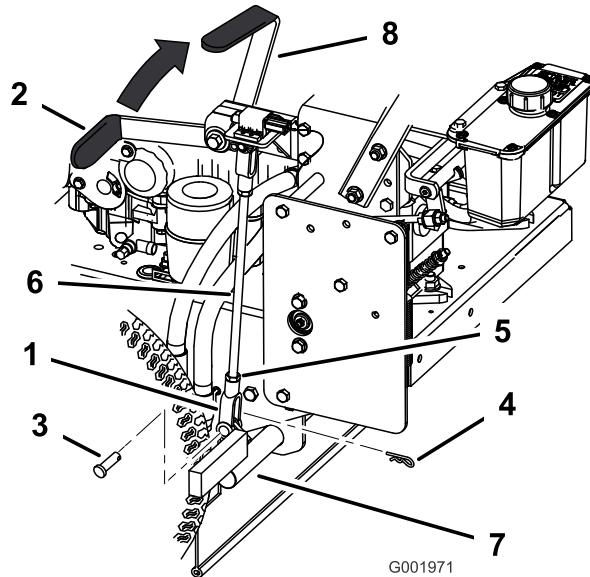

Figure 61
5. Desserrez les écrous de blocage supérieur et inférieur (Figure 61).
6. Pour régler le frein, retirez la goupille fendue et l'axe de chape du levier de frein inférieur (Figure 61).
7. Tournez la tige de frein dans les chapes. Pour serrez le frein, allongez la tige entre les chapes. Pour desserrez le frein, raccourcissez la tige entre les chapes (Figure 61).
8. Fixez la chape au levier de frein inférieur avec la goupille fendue et l'axe de chape (Figure 61).
9. Serrez les écrous de blocage supérieur et inférieur (Figure 61).